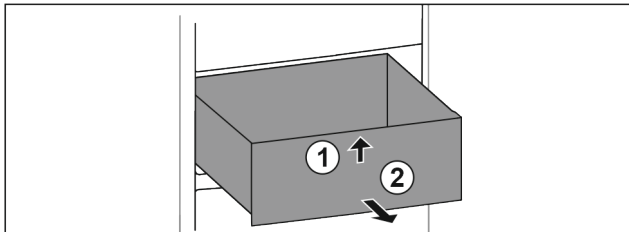

Fig. 113
- Predal spredaj dvignite. Fig. 113 (1)
- Predal vzemite ven v smeri naprej. Fig. 113 (2)